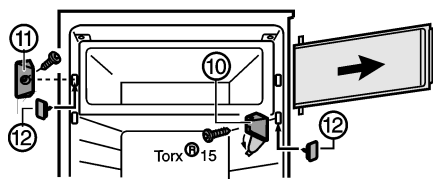

Fig. 6 \*
- ▶ Откиньте крышку на кронштейн Fig. 6 (10)\*.
- ▶ Открутите кронштейн Fig. 6 (10) с дверцей блока.\*
- ▶ Открутите запирающий элемент Fig. 6 (11) \*.
- ▶ Закройте открывшиеся отверстия прилагаемой крышкой Fig. 6 (12)\*.